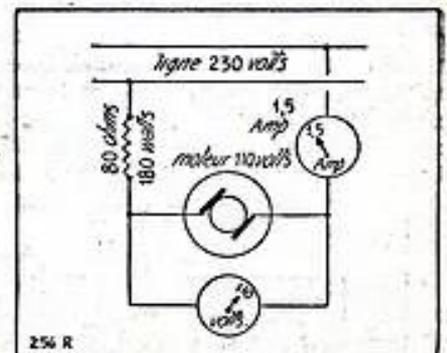

FIG. 4
b) par ailleurs, un voltmètre connecté en parallèle aux bornes du moteur lui-même, nous assurera qu'il ne reçoit bien que la tension souhaitée : 110 volts (figure 4).